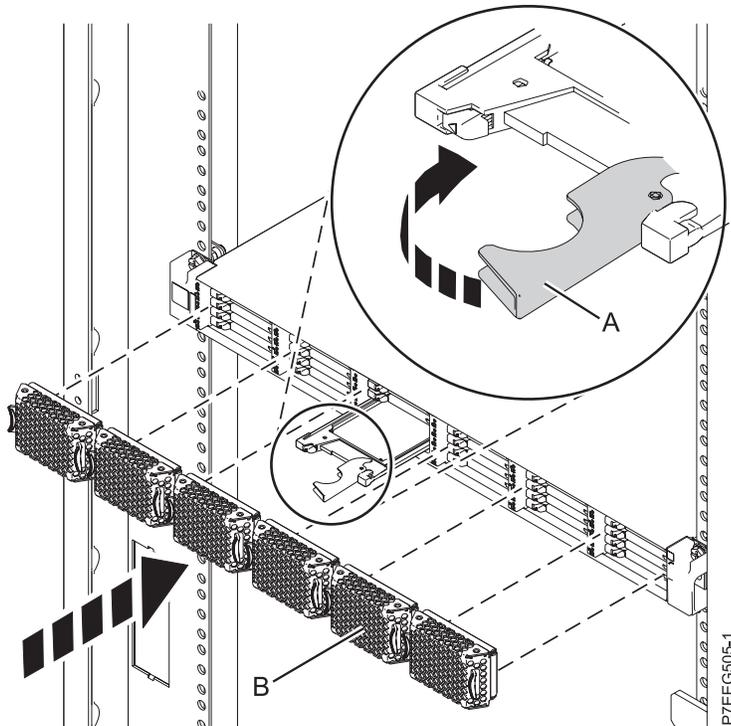

図8. ソリッド・ステート・ドライブの EDR1 PCIe ストレージ・エンクロージャーへの取り付け
1. ハンドルをアンロック位置にして、ソリッド・ステート・ドライブをエンクロージャーのガイド・レールに位置合わせします。 18 ページの図 8 を参照してください。
3. 18 ページの図 8 に示すように、ハンドル (A) をロック位置まで回転させます。
4. ベゼル (B) を取り付けます。